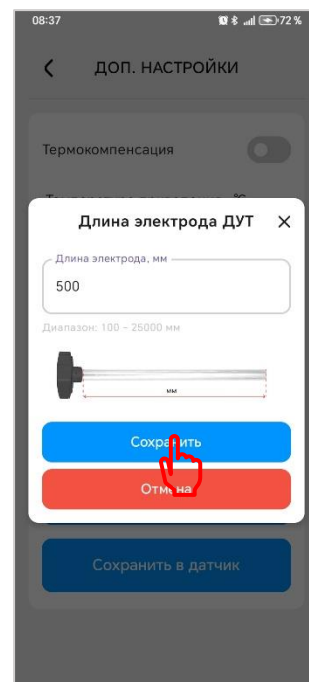

Рис. 5.23
- В появившемся окне введите актуальную длину (рис. 5.23)